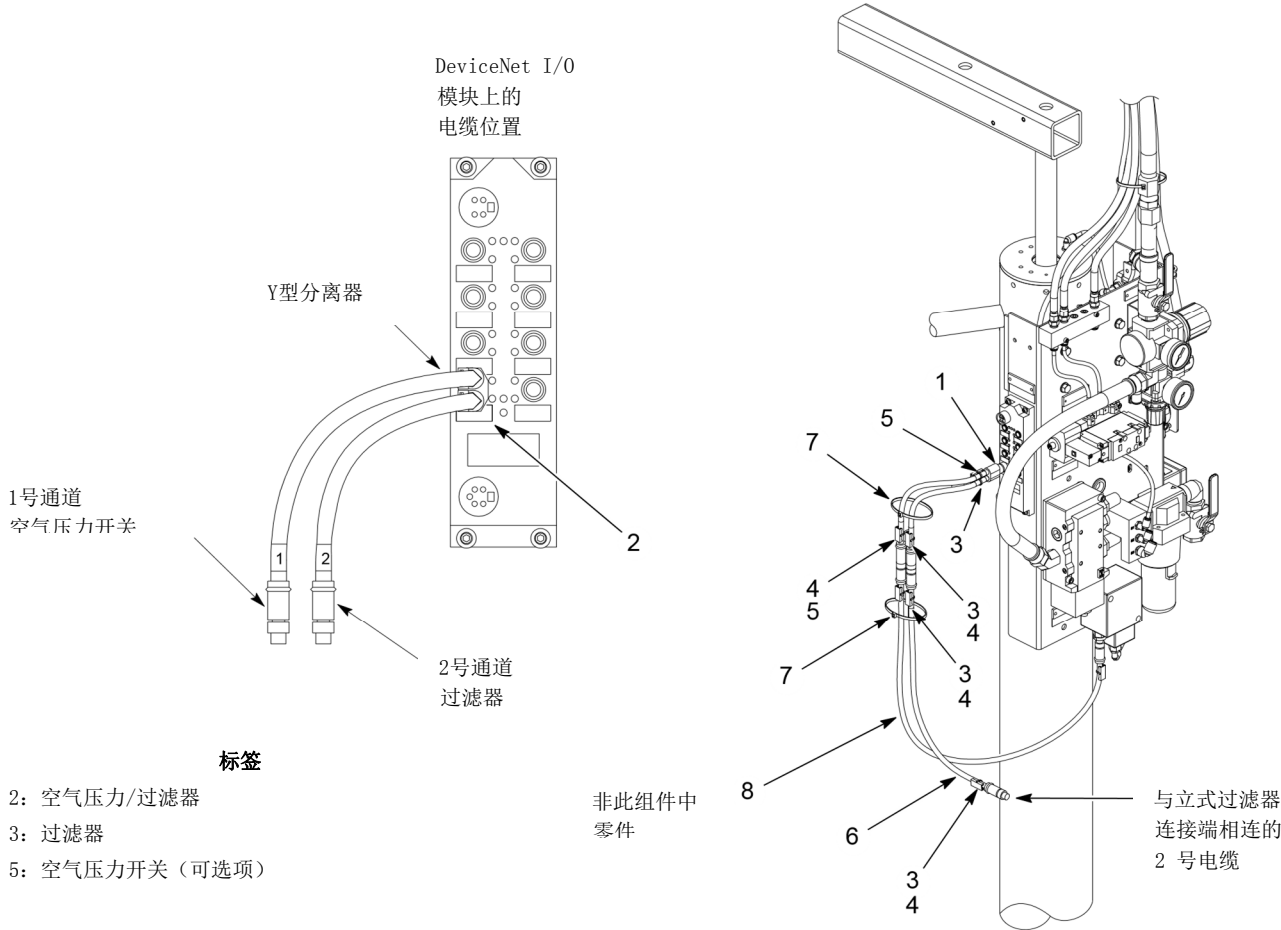

图2 安装立式过滤器模块（压力开关配置如图所示）
3. 参见图2。将过滤器电缆 (6) 与标记为2的Y型分离器 (1) 和立式过滤器连接端相连。
参见图2并参考下方零件表。